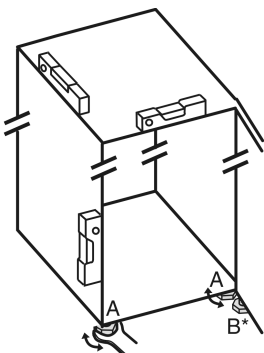

Fig. 23
- ▶ Stelvoetjes Fig. 23 (A) met meegeleverde steeksleutel en met behulp van een waterpas er uit draaien tot het apparaat vast en vlak is uitgelijnd.
- ▶ Stelvoetje Fig. 23 (B) op het lagerblok losdraaien met de bijgeleverde steeksleutel totdat deze op de vloer rust.
- ▶ Stelvoetje Fig. 23 (B) 90° verder draaien.